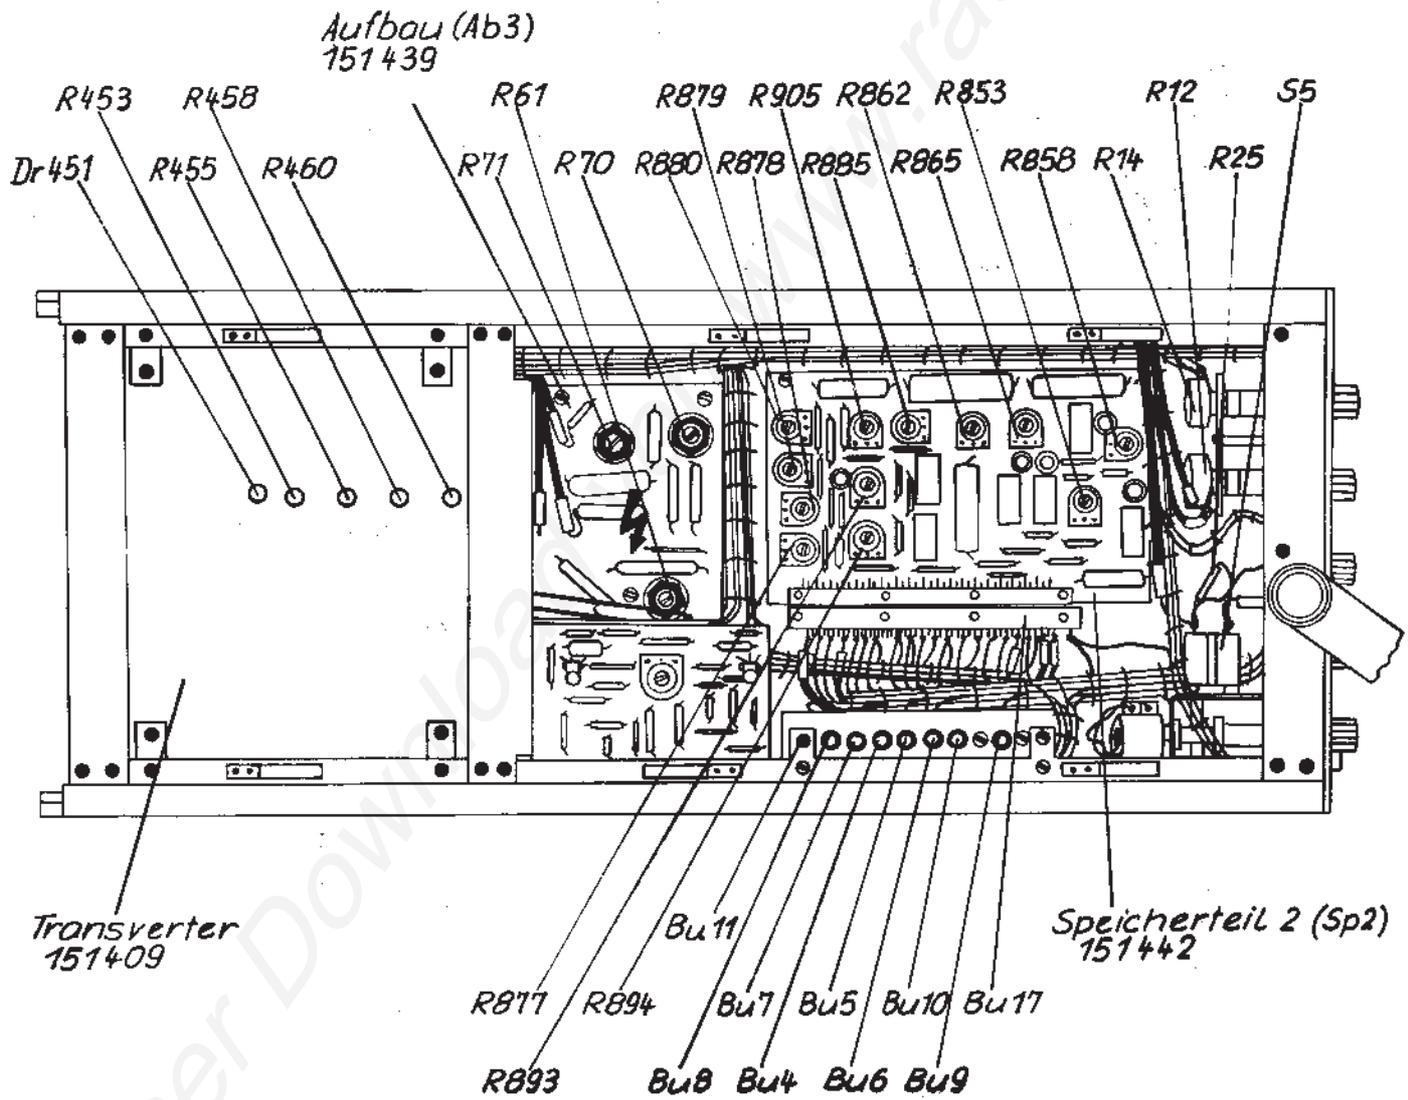
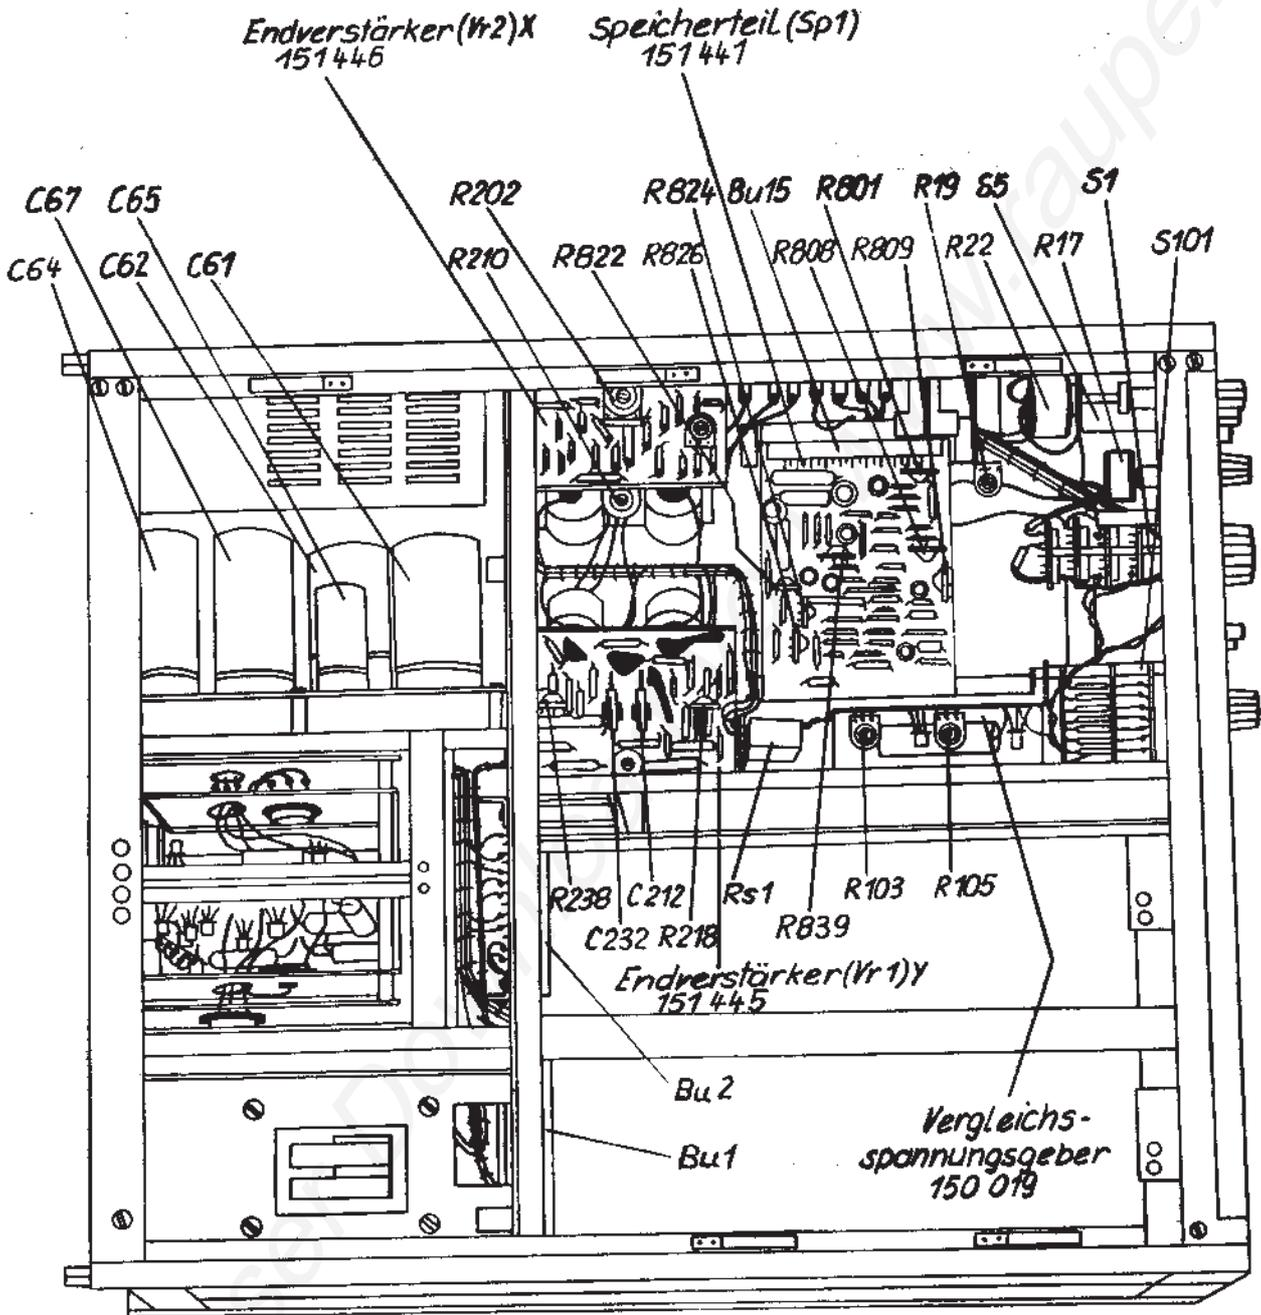

Bild 4
Bild 5
Mit dem Dunkelpunktregler R 71 (auf der abgedeckten Leiterplatte links der Röhre, siehe Bild 4) läßt sich der Einstellbereich des Intensitätsreglers (2) festlegen. R 71 ist normalerweise so abgeglichen, daß bei nicht ausgelöstem Kippgenerator in der Betriebsart "Impulslöschen Π " (Löschzeitregler (5) auf Linksanschlag) der Dauerpunkt bei Einstellung des Intensitätsreglers (2) auf 5,5 Grad seiner Skaleneinteilung beginnt. Bei Rechts-
Sollte nach einem Röhrenwechsel oder infolge Alterung ein Nachgleich erforderlich sein, so ist zunächst mit R 70 (siehe Bild 4) auf der berührungssicher abgedeckten Leiterplatte links der Röhre die Spannung an der Schreibstrahl-Katode K_w (Sockelpunkt 3) auf -1,5 kV einzustellen und danach mit den Einstellreglern R 202 (siehe Bild 5) des X- und Y-Endverstärkers der geforderte Ablenkfaktor von 1,7 V/cm in beiden Ablenkrichtungen einzustellen.
Die Genauigkeit der 1 kHz-Frequenz ist mit einem Zählfrequenzmesser zu prüfen. Falls ein Nachgleichen erforderlich ist, geschieht das mit R 103 und R 105 (siehe Bild 5) im Vergleichsspannungsgeber. Die beiden Einstellregler ermöglichen die gleichzeitige Korrektur der Frequenz und des Tastverhältnisses der Rechteckwelle. Abgeglichen wird auf $f = 1$ kHz und ein Tastverhältnis 1 : 2, das mit dem Oszillografen selbst geprüft werden kann.
Nach einem Röhrenwechsel oder infolge Alterung kann ein Nachgleich der Schirmausleuchtung erforderlich werden. Hierzu ist bei gesperrtem Schreibstrahl die Betriebsart "Impulslöschen" und mit (5) minimale Impulslöschzeit einzustellen. Der Nachgleich erfolgt mit R 885 und R 905 (siehe Bild 4) im Speicherteil 2 (Steckkarte links vorn neben der Röhre). Zunächst R 885 auf maximal ausgeleuchtete Schirmfläche gleichmäßiger Helligkeit einstellen. Dreht man danach R 905 hinreichend nach rechts, so entsteht an einem Schirmrand eine Abdunklung. Die richtige Einstellung von R 905 ist dann erreicht, wenn bei Linksdrehung von R 905 die Randabdunklung gerade verschwindet.